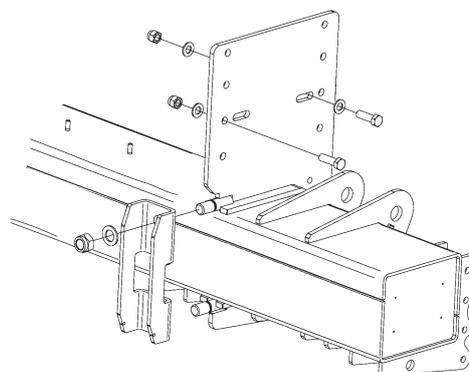

Abb. 33. Montieren Sie das U-Profil mit den dazugehörigen Unterlegscheiben und Muttern
9. Montieren Sie das U-Profil mit den dazugehörigen Unterlegscheiben und Muttern, ohne diese anzuziehen. Schrauben Sie die Muttern abwechselnd an, bis das U-Profil direkt an der Aufhängung anliegt, siehe Abb. 33.